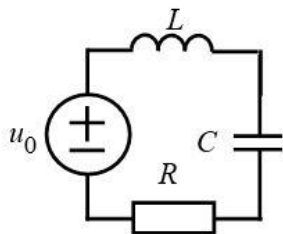

Рис. 4.4. RLC -цепь
- 1) рис. 4.4, а – u_{C_2}, u_L
- 2) рис. 4.4, б – u_{C_1}, u_L
- 3) рис. 4.4, в – u_{C_2}, u_L
- 4) рис. 4.4, г – u_{C_1}, u_{R_2}
- 5) рис. 4.4, д – u_{C_2}, u_{R_1}
- 6) рис. 4.4, е – u_{C_2}, u_{R_2}
- 7) рис. 4.4, ж – u_{C_1}, u_L
- 8) рис. 4.4, з – u_{C_2}, u_L
- 9) рис. 4.4, и – u_{C_1}, u_{R_2}
Схема RLC – цепи приведена на рис. 4.4.